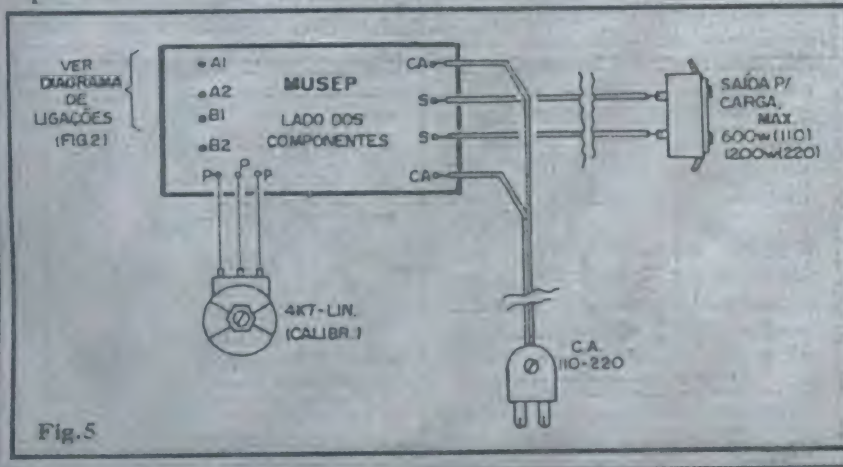

Fig. 5
- FIG. 5 - CONEXÕES EXTERNAS À PLACA - Com exceção das conexões do sensor e do respectivo jumper (já enfatizados na fig. 2), o diagrama mostra a placa pelo seu lado não cobreado, com as devidas conexões externas... Atenção às ligações do potenciômetro (visto pela frente...) e às importantes conexões ao "rabi-cho" que vai à rede CA local, e à tomada de saída, onde será ligada a carga a ser comandada pelo MUSEP... Todas as conexões aos pontos S-S e CA-CA devem ser
Por óbvias razões práticas, em várias aplicações os sensores (termistor ou LDR) deverão situar-se longe da placa... Nada consta contra isso, podendo os elementos termo-resistivos ou foto-resistivos serem ligados à placa (conforme figura 2) através de pares de fios relativamente longos, sem problemas... Já os jumpers devem ser curtos, ficando diretamente sobre a placa (ver disposição dos pontos de ligação na fig. 5, e diagrama de ligação na fig. 2).